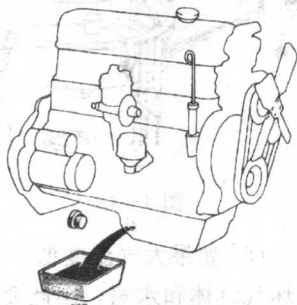
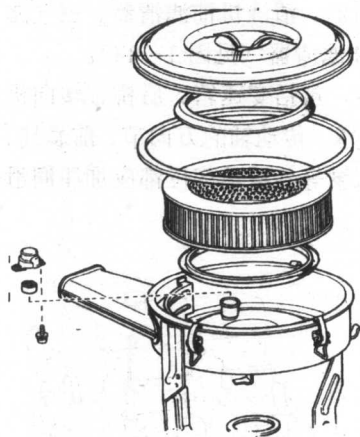
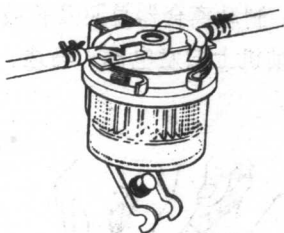

图 1-12
图 1-13
图 1-14
(4) 更换机油（见图 1-12），清洗机油滤清器、空气滤清器芯（见图 1-13），及汽油滤清器（见图 1-14）。
(5) 对各润滑点进行润滑，包括变速箱、后桥、转向机箱、制动离合器总泵及轮鼓轴承、传动轴的万向节、前悬挂、发动机上的发电机、马达、水泵等各滑动部位都应加注润滑剂。